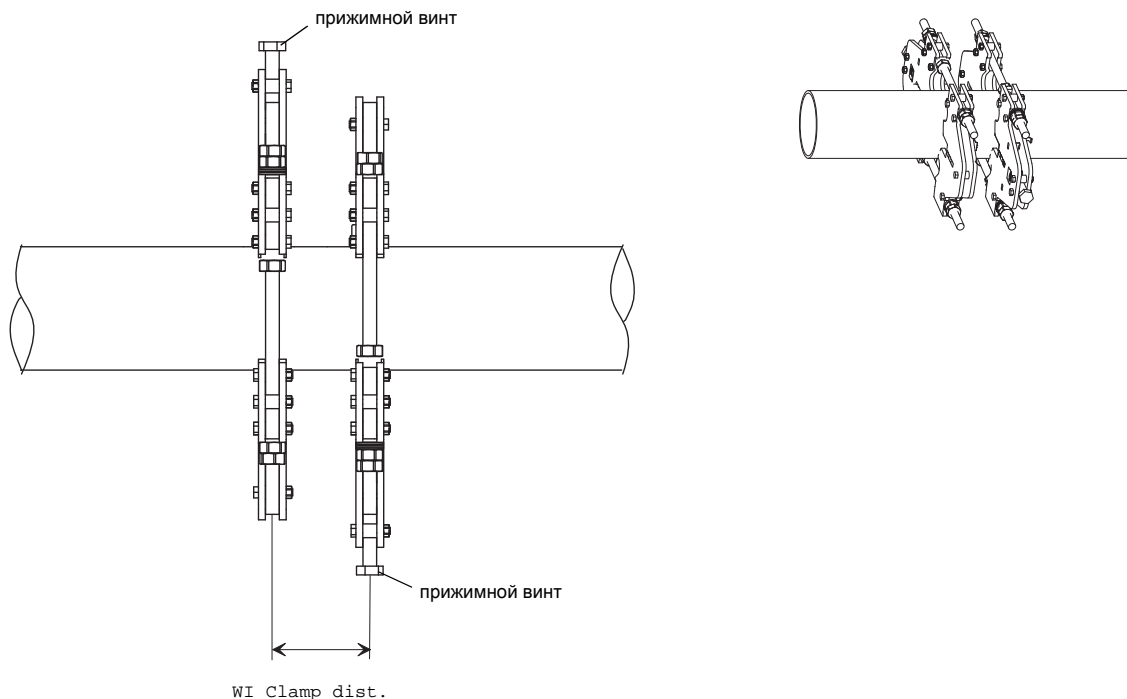

Рис. 3.3: Установленное крепление к трубе при диагональном расположении (вид сверху)
- при диагональном расположении прижимные винты креплений к трубе направлены в противоположные стороны (смотри Рис. 3.3),
- Установите расстояние WI Clamp dist. между креплениями к трубе (смотри Рис. 3.3).